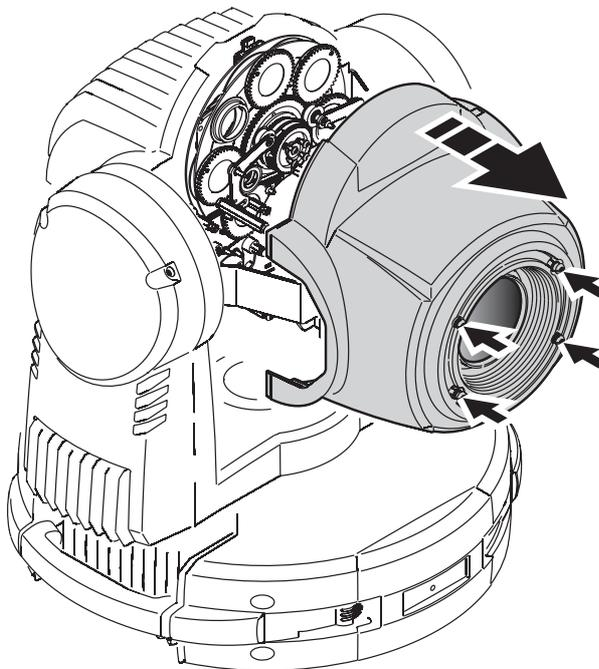

Figura 17: Extracción de la cubierta frontal
2. Observar la Figura 17. Extraer los cuatro tornillos de 1/4 de vuelta de la cubierta frontal. Deslizarla suavemente, soltar el cable de seguridad y extraer el frontal.